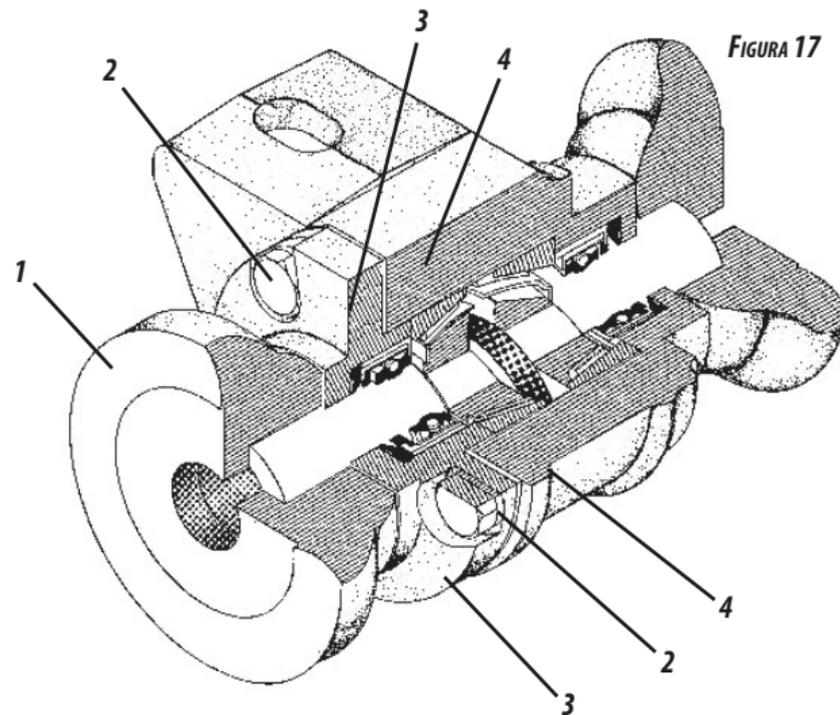

FIGURA 17
- Sacar la arandela (1) **figura 17**.
- Aflojar los tornillos (2) y sacar la tapa (3).
- Sacar 1 o 2 retenedores de papel (4), de la tapa del cojinete. Reponer la tapa y apretar.
- Si persistir la holgura, se puede maquinar la tapa (3), para mejorar la regulación, enseguida armar la misma en el cojinete con la cantidad de retenedores de papel necesaria.